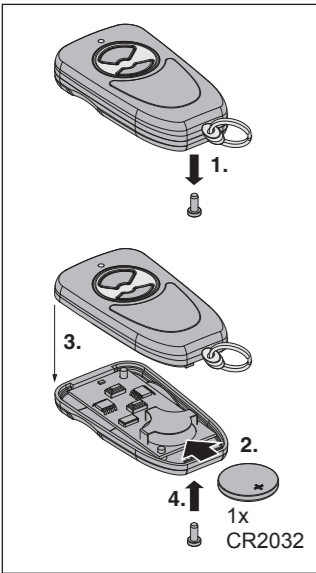

Fig. 2
3.1 Change / insert battery (fig. 2)
3.1 Byta / sätta i batteri (fig. 2)
3.1 Udskitfning / isætning af batteri (fig. 2)